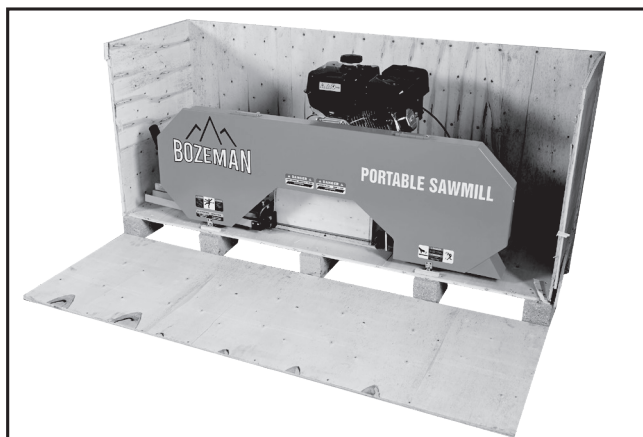
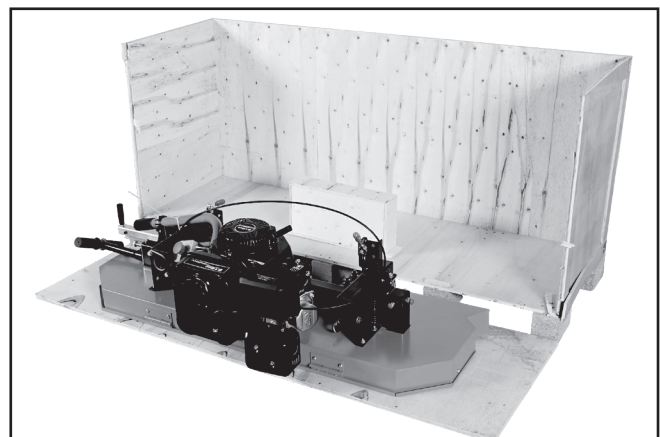

Fig. 18
Fig. 19
Étape 12 : Retirez le fond de la caisse. Placez une couverture mobile ou le contreplaqué à l'avant de la tête de la scierie et du fond de la caisse, comme indiqué (fig. 18). Vérifiez que les verrous de la porte de la roue de la lame sont enclenchés, puis, avec l'aide d'une autre personne, placez lentement la tête de la scierie sur la couverture ou le contreplaqué pour qu'elle repose sur les portes de la roue de la lame (fig. 19). Le fond de la caisse peut maintenant être retiré avec précaution.
Il n'est pas nécessaire de déboutonner le support d'expédition (fig. 19) parce que la tête de la scierie ne repose que sur le dessus du support.